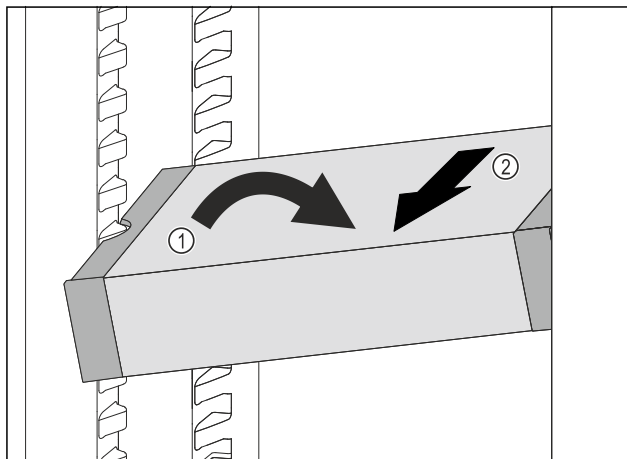

Fig. 124
- ▶ Расположите VarioSafe в холодильном отделении под наклоном. Fig. 124 (1)
- ▶ Извлеките VarioSafe движением вперед. Fig. 124 (2)